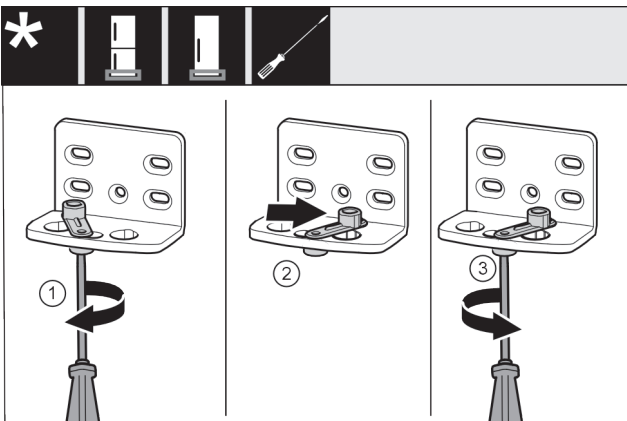

Fig. 28
- Ослабте гвинт Fig. 28 (1) за допомогою викрутки.
- Підніміть допоміжний засіб для закривання дверцят Fig. 28 (2) і поверніть його в отворі на 90° праворуч.
- За допомогою викрутки закрутіть гвинт Fig. 28 (3).